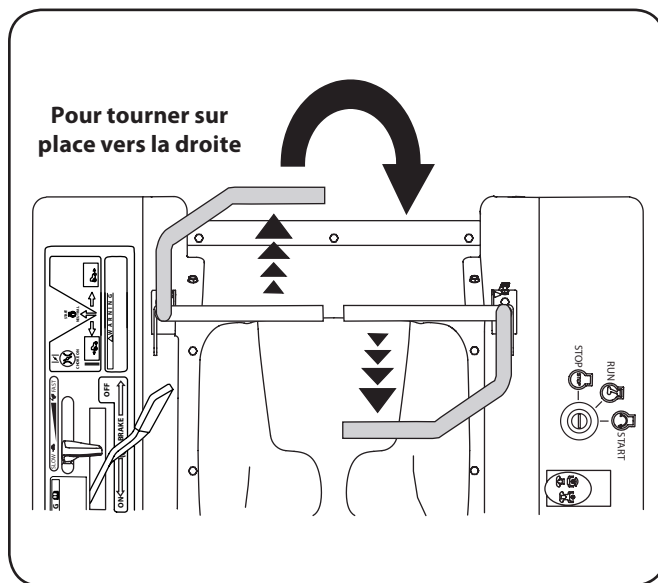

Figure 5-8
2. Pour tourner à droite, poussez lentement le levier gauche en tirant simultanément le levier droit vers l'arrière. Voir la Figure 5-8.